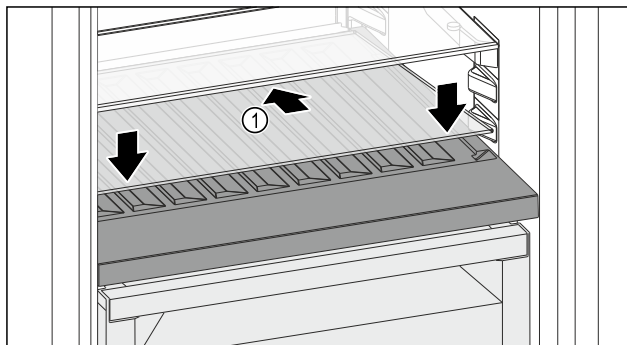

Fig. 194
- Placer la plaque de verre Fig. 194 (1) en biais et inclinée vers le bas.
- Abaisser l'avant de la plaque de verre Fig. 194 (1).